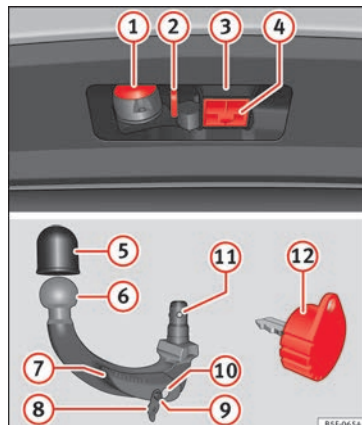

Bild 220 Fäste för draganordning / borttagbar dragkrok / nyckel
Nyckel till »» bild 220
- Ta bort kåpan från dragkrokens fäste **(4)** » bild 220 nedåt.